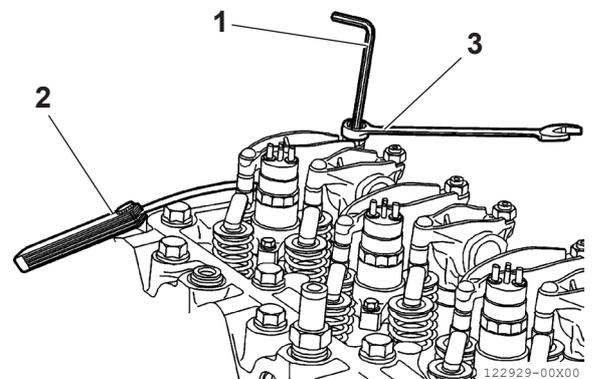

Abbildung 24
- Die Einstellung des Spiels zwischen den Kipphebeln und den Betätigungsstangen für Aus- und Einlassventil muss präzise mit einem Inbusschlüssel (Abbildung 24, [1]), einer Fühlerlehre (Abbildung 24, [2]) und einem Ringschlüssel (Abbildung 24, [3]) erfolgen.